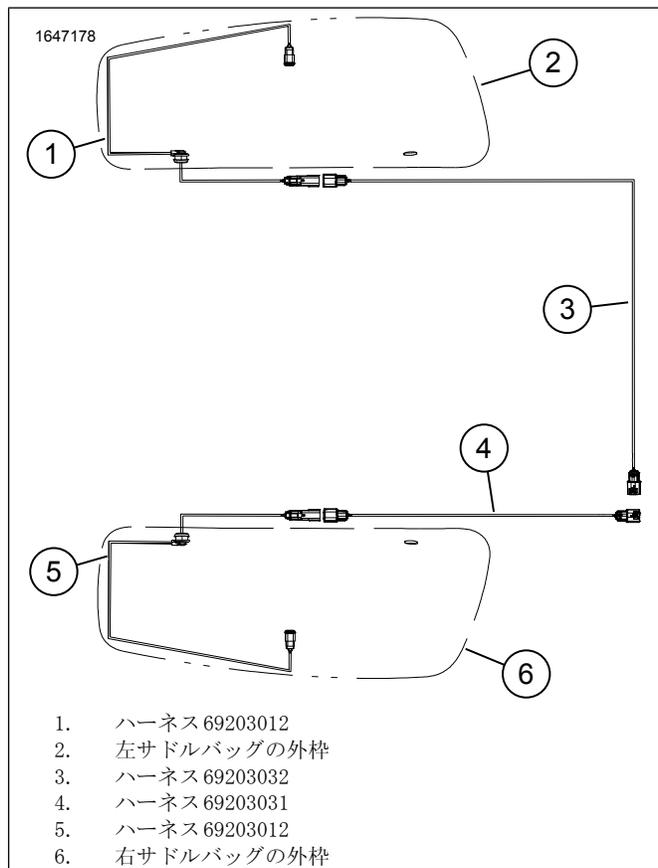
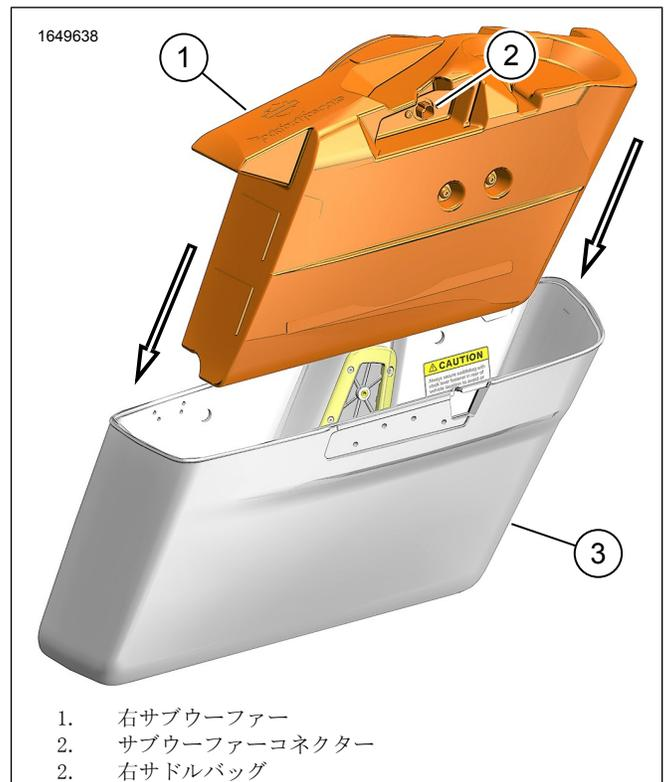

図15。サブウーファーインナーハーネスの取り回し
図19。サブウーファースの取り付け
10. 図15を参照してください。ハーネス69203012 (5)を右サドルバッグに取り付けます。
11. 図15を参照してください。ハーネス69203031 (4)をハーネス69203012 (5)に接続します。
15. 図19を参照してください。サブウーファー(2)を取り付けます。
16. 図15を参照してください。ハーネス69203012 (5)をサブウーファーコネクタ(2)に接続します。図19を参照してください。
2. 図15を参照してください。ハーネス69203012(5)を右サドルバッグに取り付けます。
3. 図15を参照してください。ハーネス 69203032 (3)をハーネス69203012 (5)に接続します。
7. 図19を参照してください。サブウーファー(2)を取り付けます。
8. 図15を参照してください。ハーネス69203012 (5)をサブウーファーコネクタ(2)に接続します。図19を参照してください。